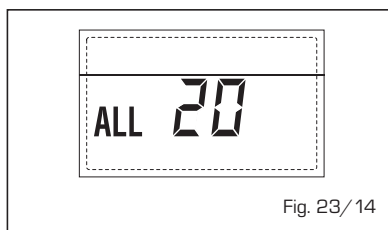

Fig. 23/14
– **ANOMALÍA AVERÍA Sonda IMPULSIÓN PRIMERA ZONA MEZCLADA “ALL 21” (fig. 23/15)**